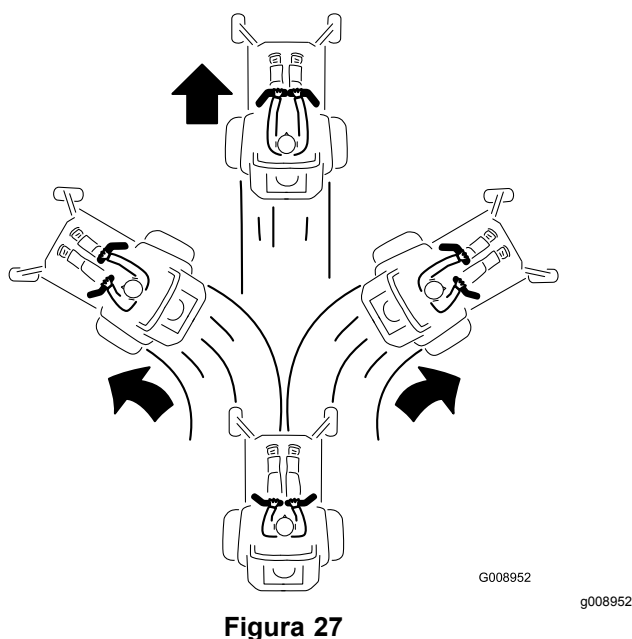

Figura 27
2. Per fare marcia avanti spingete lentamente in avanti le leve di controllo del movimento (Figura 27).